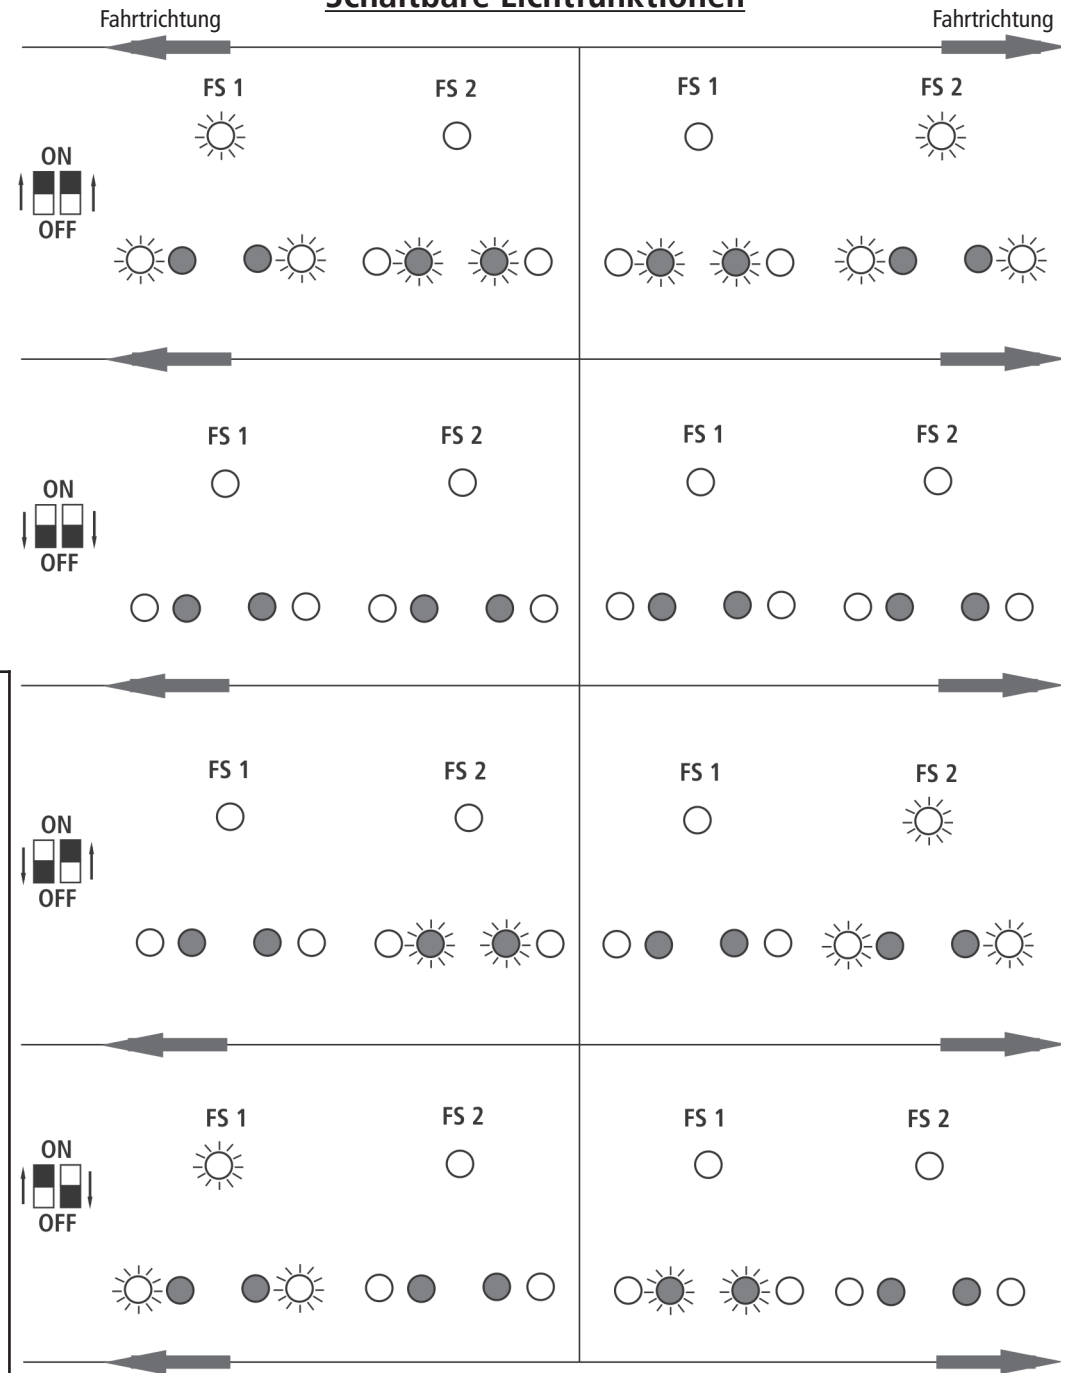
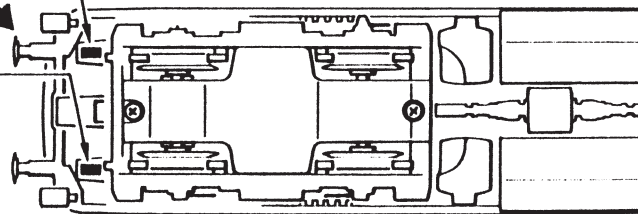

Fig. 6
Fig. 3
**Mehrzugbetrieb:** Zuerst Lokgehäuse abnehmen (Fig. 3). Danach den Brückenstecker aus der Schnittstelle entfernen (diesen sorgsam aufbewahren). Danach den Stecker des Steuerbausteins lagerichtig einsetzen (siehe Fig. 6).
**2. Schmierung:** Versehen Sie die im Schmierplan in Fig. 7 gekennzeichneten Stellen mit nur **kleinen Öltropfen**. Dazu zuerst das Lokgehäuse abnehmen (Fig. 3). Wir empfehlen den ROCO **Öler Art.-Nr. 10906**. Fürs Schmieren der Getriebeteile (Zahnräder, Schnecke) empfehlen wir das **ROCO-Spezialfett Art.-Nr. 10905**. Im Falle der Schmierung diese Teile **nicht ölen**.
**4. Kohlebürstenwechsel:** Lokgehäuse abnehmen (Fig. 3). Danach wird der Motor ausgebaut und die Kohlebürsten ausgewechselt (Fig. 9).
Remove the jumper from the interface. Finally put the plug of the chip into the interface as shown in fig. 6.
**2. Lubrication:** Apply **tiny oil drops** to spots marked in fig. 7. Prior to lubrication dismantle locomotive (fig. 3). We recommend using item no. **10906, Roco oiler**. For lubrication the gearparts (e.g. cogwheels, worm) we would recommend our Roco **special grease** (item no. **10905**).
**4. Carbon Brush Changing:** First remove loco body (fig. 3), and then the motor (fig. 9).
**Exploitation en télécommande multi-trains:** Enlevez la fiche de shuntage de l'interface (à conserver!) et enfichez finalement la fiche du module de télécommande aux prises de l'interface. Veuillez à la position correcte de la fiche (voir fig. 6).
**2. Graissage:** N'appliquez **qu'une toute petite goutte** aux endroits indiqués par le plan de graissage (fig. 7) après avoir démonté la caisse de la locomotive (fig. 3). Nous vous recommandons **le graisseur à huile Roco réf. 10906**. Pour graisser les engrenages (roues dentées, vis sans fin) nous vous conseillons la **graisse spéciale Roco réf. 10905** pour engrenages en matières synthétiques. Lorsque vous utilisez cette graisse il faut éviter d'huiler ces composants.
**4. Remplacement des balais du moteur:** Démontez la caisse (voir fig. 3). Démontez ensuite le moteur et échangez le balais (fig. 9).
voir } Fig. 3
1. siehe voir } Fig. 3